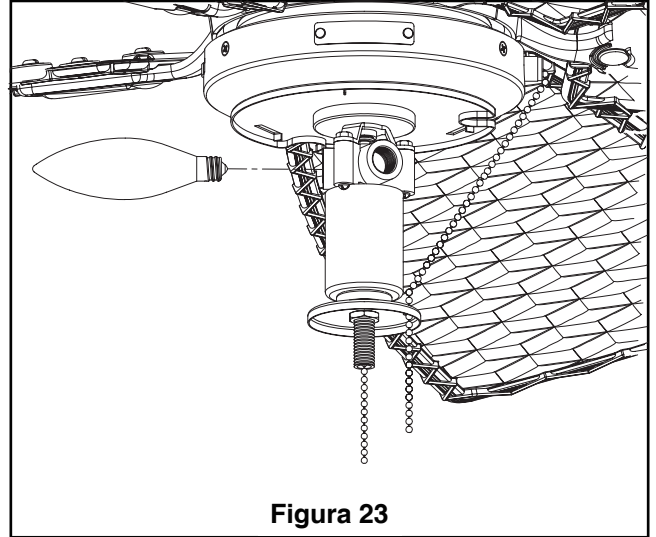

Figura 23
1. Instale las bombillas del candelabro incluidas en cada una de los tres casquillos. (Figura 23)